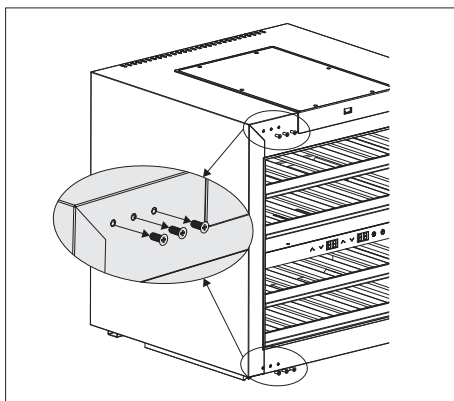

Рис. 4
6. Открутите винты с противоположной боковой стороны (рис. 4).